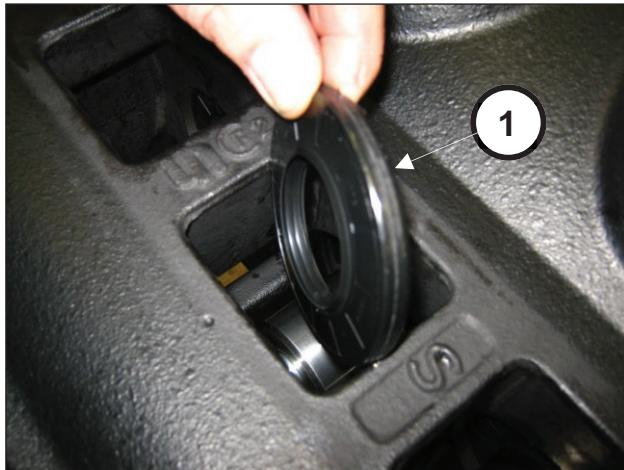

Abb. 38
Entfernen Sie das Werkzeug und ziehen Sie den Ölabstreifring heraus (Pos. ①, Abb. 38).